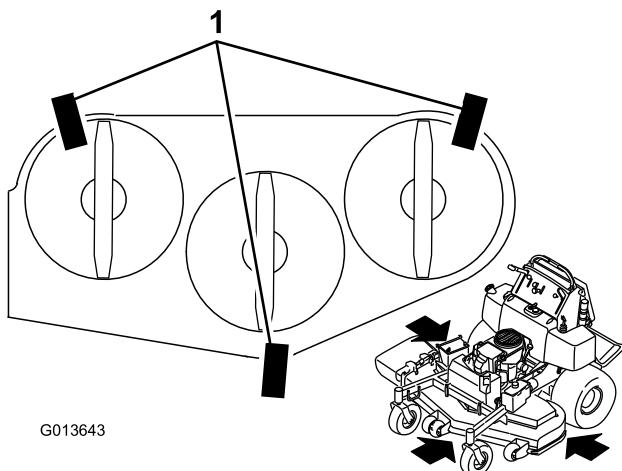

Figure 84
1. Placez 3 cales de 2x4 sous le tablier de coupe comme illustré à la Figure 84. Disposez les cales de 2x4 à 10 cm (4") d'intervalle.